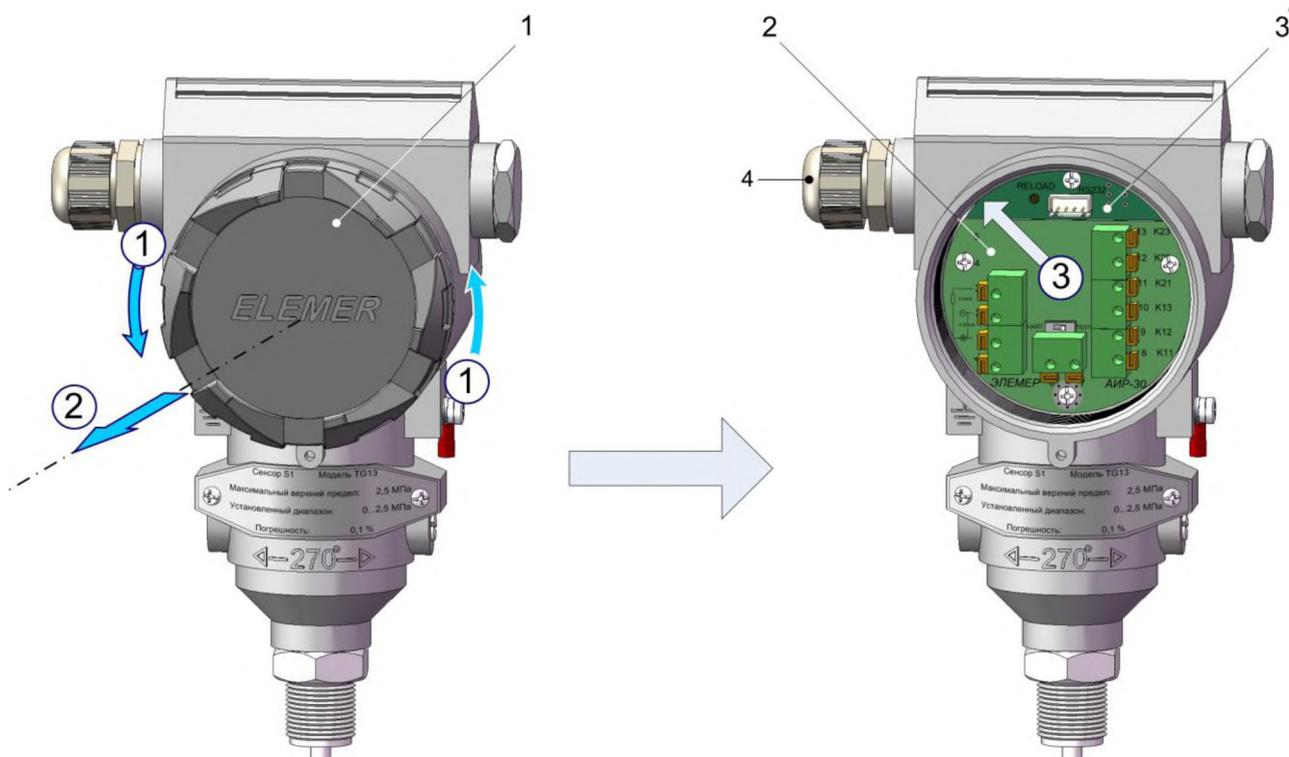

Рисунок 2.11
- отвинтить (в направлении стрелок 1) и убрать (стрелка 2) заднюю крышку 1 (см. рисунок 2.11);
Для доступа к элементам коммутации и контроля АИР-30 необходимо отвинтить (в направлении стрелок 1) и убрать (стрелка 2) заднюю крышку 1 (см. рисунок 2.11).